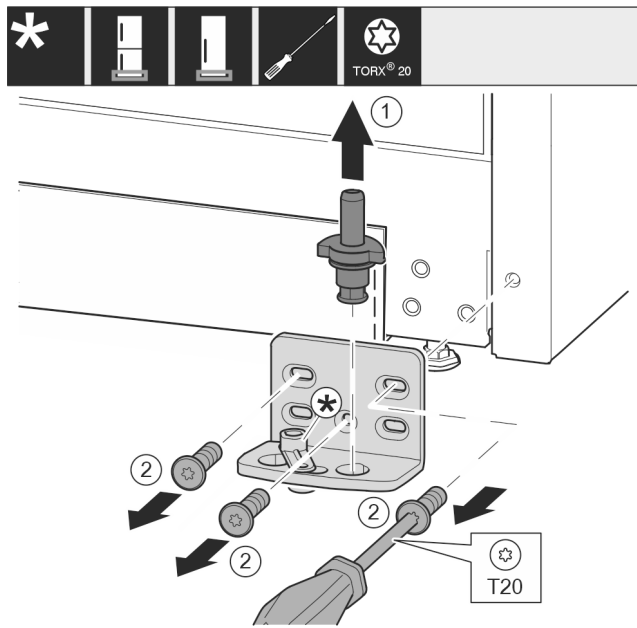

Fig. 17 \*
- Izvucite svornjak ležaja Fig. 17 (1) potpuno prema gore.\*
- Odvijačem odvrnite vijke Fig. 17 (2) i skinite podložak ležaja.\*